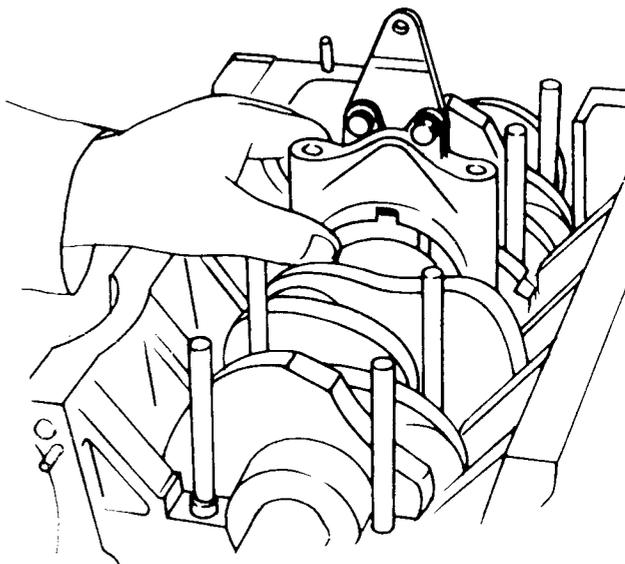

Bild 41
- Die Anlaufscheibe so gegen den mittleren Lagerdeckel ansetzen, dass die Ölnut nach aussen weist, d. h. zur Kurbelwellenfläche steht (Bild 41).